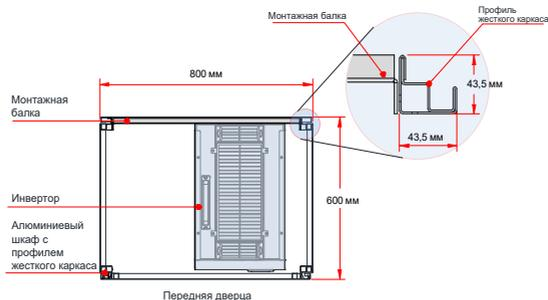

Рис. 3-15 Вид сверху шкафа 200 – 450 кВт
- 1) Рекомендуется использовать алюминиевые шкафы с жестким каркасом (шкаф PS). На рис. 3-15 показан профиль алюминиевого шкафа с жестким каркасом.